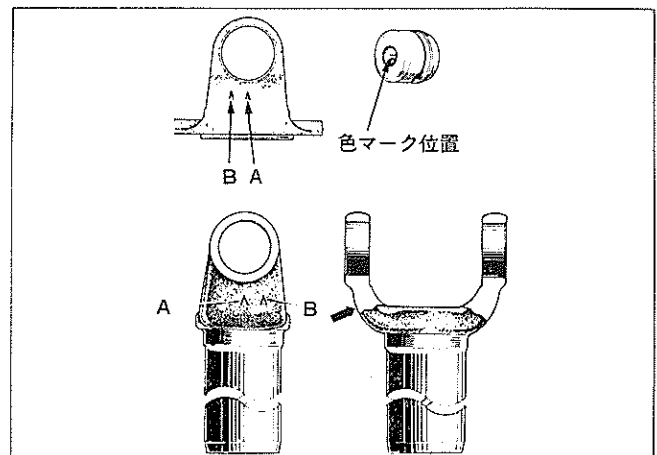

図9-9 識別マーク
- (1) 図9-9のA位置のA マークの有無はマーク打刻側の穴①の内径寸法を、B位置のA マークの有無はマークと反対側の穴②の内径寸法をそれぞれ示す。
- (2) スパイダ ベアリング、スリーブ ヨーク、フランジ ヨーク、プロペラ シャフトのうちいずれかを交換する場合には、表9-5に従い組み合せる。